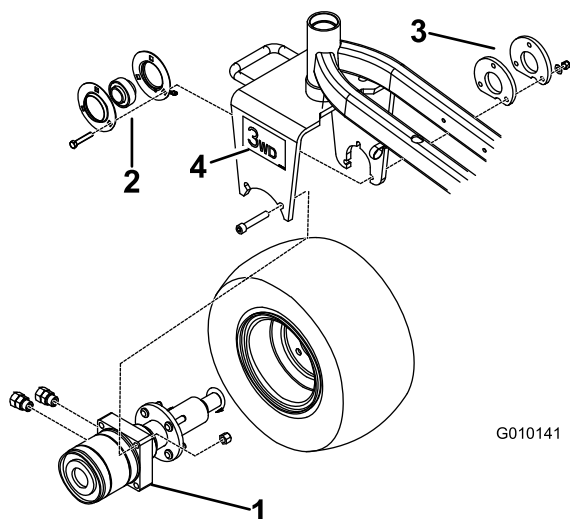

Figure 2
1. Déposez le graisseur de l'ensemble moteur et moyeu (Figure 2).
4. Insérez des collerettes et un roulement à l'extrémité de l'arbre du moteur comme illustré à la Figure 2.
5. Posez les (2) raccords droits sur le côté du moteur (Figure 2).
6. Placez l'ensemble moyeu et moteur, les collets avec le roulement, la plaque adaptatrice et la roue dans la fourche pivotante. Vérifiez que les orifices du moteur sont dirigés vers l'arrière (Figure 2).
7. Fixez le moteur à l'intérieur de la fourche pivotante en serrant légèrement (2) vis à tête creuse et (2) écrous (Figure 2).
9. Montez les collets avec le roulement à l'intérieur de la fourche pivotante en serrant légèrement (3) vis 3/8 x 2" neuves, la plaque adaptatrice, le support entretoise, (3) rondelles trempées 13/32 x 13/16 et (3) contre-écrous 3/8".
Remarque: Le graisseur doit être dirigé vers le bas sur la collette (Figure 2).
15. Apposez un autocollant sur chaque côté de la fourche pivotante (Figure 2).